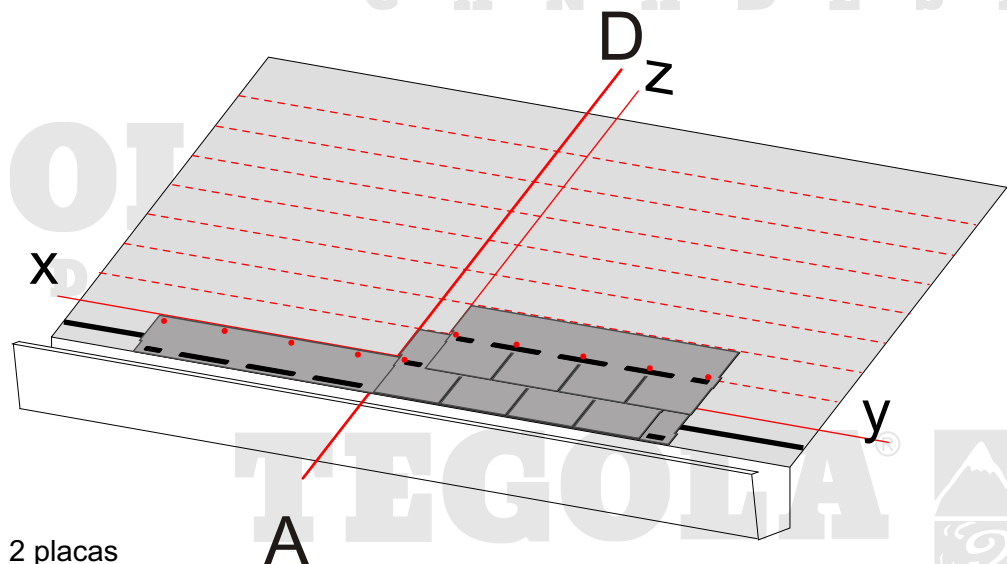

Fig. 4 - Secuencia de 2 placas
- La colocación de la primera hilera de placas comienza alineando la placa bituminosa a la línea AD (fig. 4).
- La colocación de la segunda hilera de placas comienza alineando la placa bituminosa a la línea z (fig. 4).